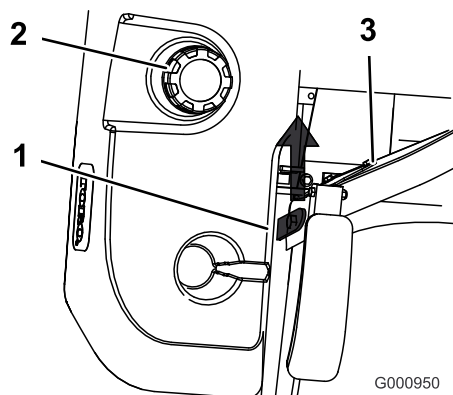

Figura 14
3. Levante el asiento (Figura 14).